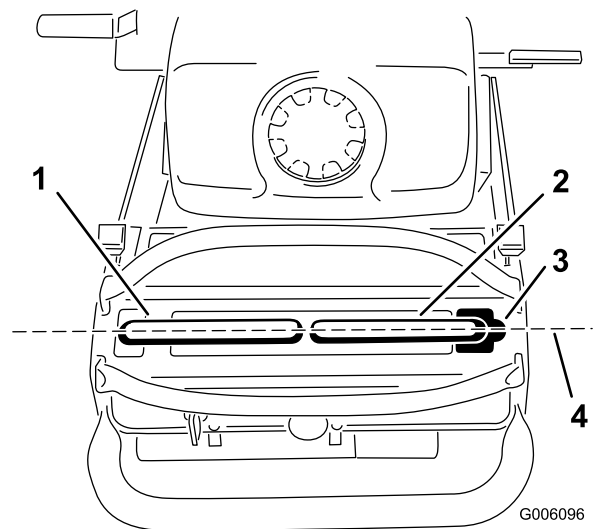

Figura 45
Importante: Compruebe el avance de la máquina después de ajustar las palancas de control de movimiento. Después de ajustar el avance, las palancas de control de movimiento pueden no quedar alineadas con precisión hacia adelante-atrás (Figura 45).
- Una vez ajustada la alineación horizontal, compruebe la alineación hacia adelante-atrás (Figura 45).